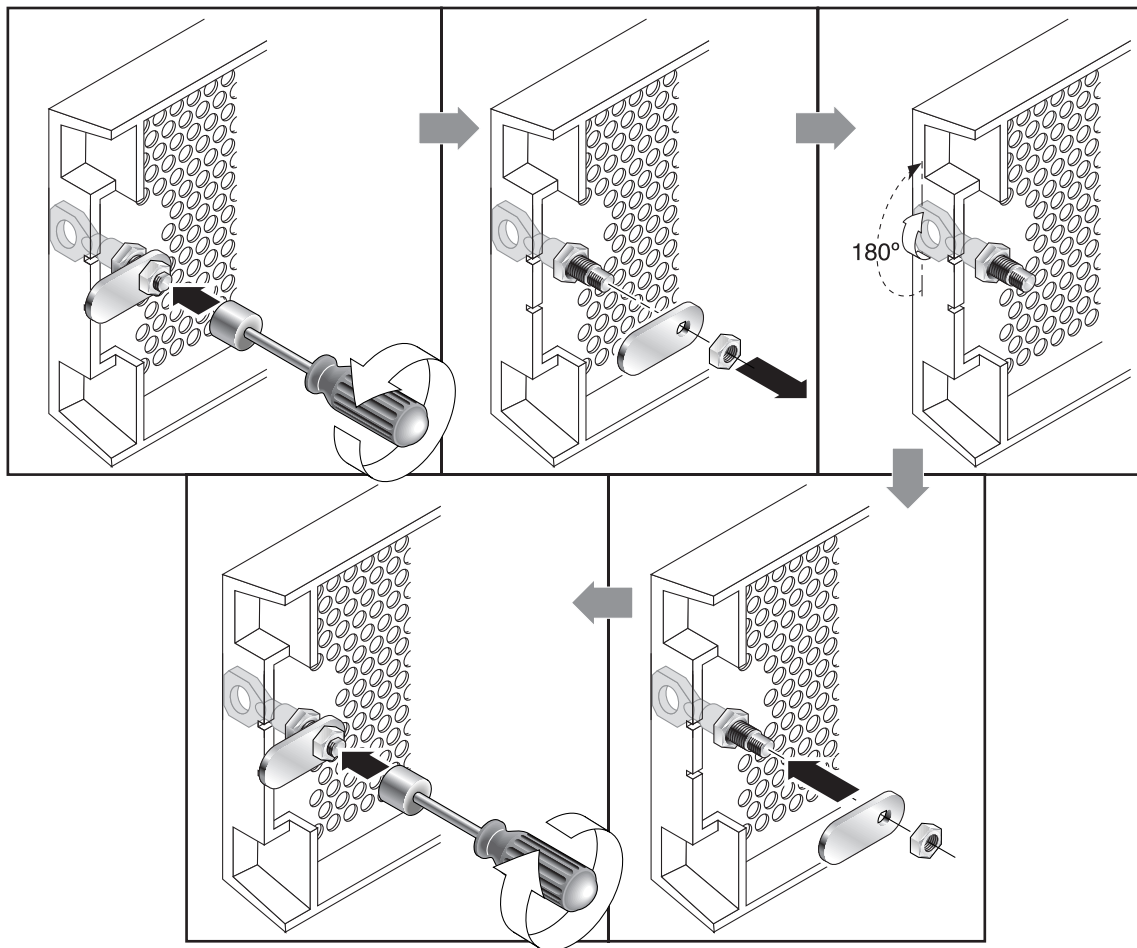

FIGURE 4-2 Séquence à suivre pour modifier les verrous du panneau afin d'empêcher le retrait des clés
3. Maintenez la clé en place et utilisez un tournevis à douille de 12 mm pour retirer l'écrou de verrouillage qui maintient le cliquet en place, comme indiqué dans la première illustration de la FIGURE 4-2.
4. Soulevez le cliquet de la partie filetée du verrou, comme indiqué dans la deuxième illustration de la FIGURE 4-2.
6. Utilisez la clé pour tourner le verrou de 180°, comme indiqué dans la troisième illustration de la FIGURE 4-2.
7. Remplacez le cliquet en veillant à l'orienter de la même façon qu'avant le démontage, comme indiqué dans la quatrième illustration de la FIGURE 4-2.
8. Maintenez la clé en place et utilisez le tournevis à douille pour resserrer l'écrou de verrouillage, comme indiqué dans la cinquième illustration de la FIGURE 4-2. Veillez à ne pas forcer le filetage.